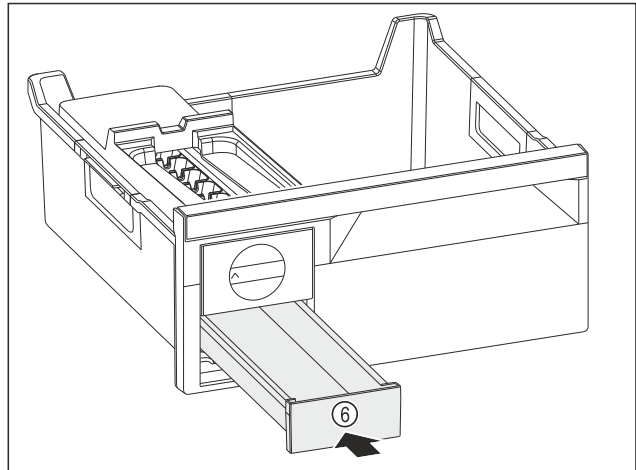

Fig. 98
- ▶ Eiswürfelschubfach Fig. 98 (6) einschieben.